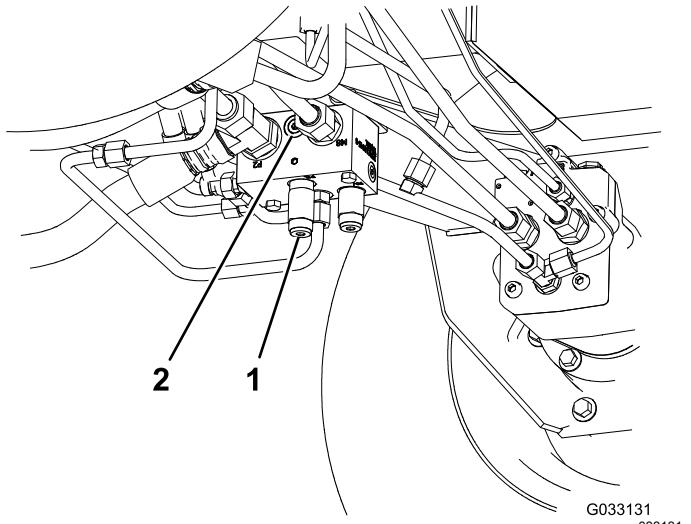

Figura 75
- Pieza Toro N.º 95-0985, empalme (2)
- Pieza Toro N.º 340-77, acoplamiento hidráulico (2)
- Instale un acoplamiento diagnóstico en el orificio sin marcar que está situado entre los orificios M8 y P2 del colector de tracción trasera (Figura 75).